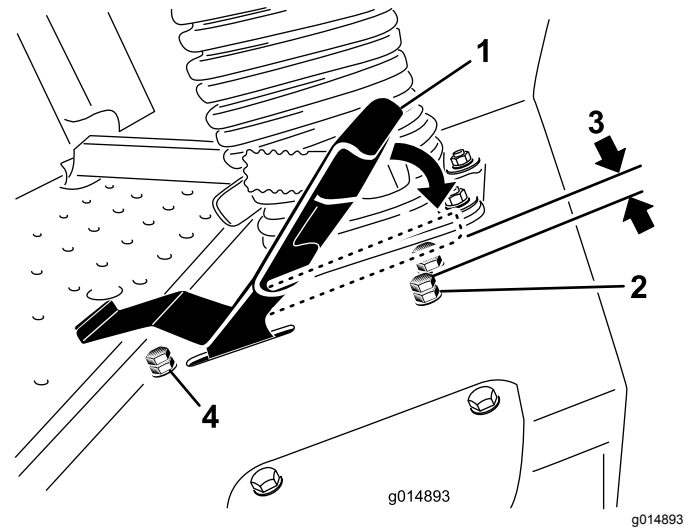

Figure 49
3. Desserrez l'écrou de blocage sur le boulon d'arrêt de la pédale de déplacement (Figure 49).